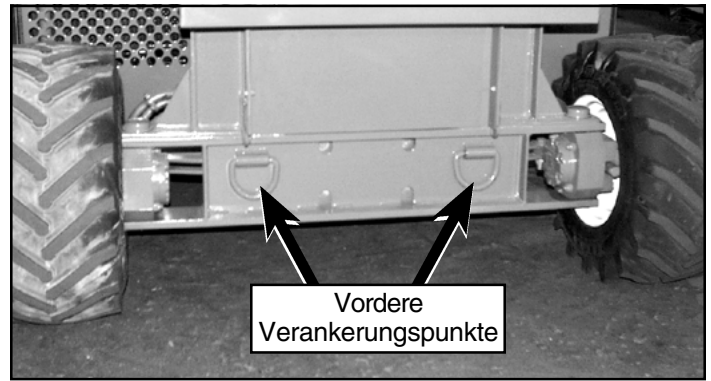

Abbildung 8: Transportieren der Arbeitsbühne
1. Gurte nur an den Verankerungs- bzw. Hublaschen des Fahrwerks befestigen (Abbildung 8 und 9).
2. Arbeitsbühne am Transportfahrzeug mit Ketten oder Gurten angemessener Stärke befestigen, die an den Verankerungs- bzw. Hublaschen des Fahrwerks angebracht werden (Abbildung 8 und 9).